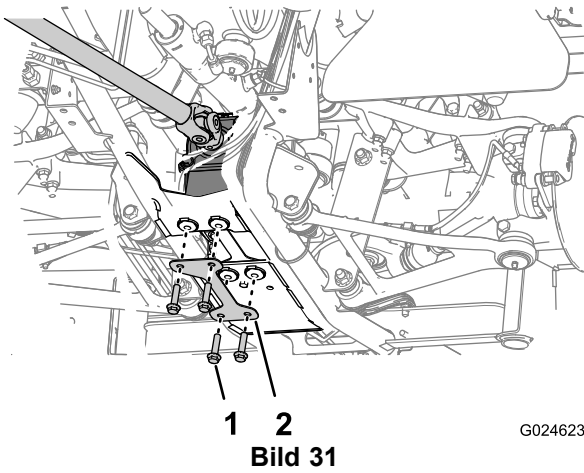

Bild 31
- Befestigen Sie das Differenzial mit einer Montageplatte und vier Sechskantschrauben (3/8" x 1-1/2") an den Differenzialstützen, wie in Bild 31 abgebildet.